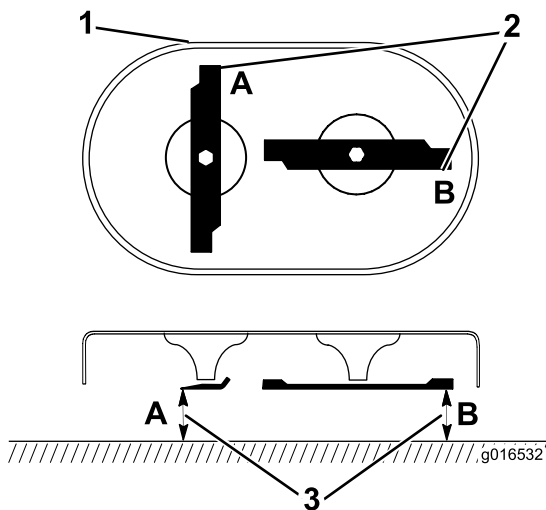

Bild 28
1. Drehen Sie die Messer in die Stellung, die in **Bild 28** abgebildet ist.
2. Messen Sie an den Stellen A und B von der ebenen Fläche zu den Schneidkanten (Bild 28) und notieren Sie beide Werte.
3. Drehen Sie die Messer so, dass die anderen Enden an den Stellen A und B sind (Bild 28).